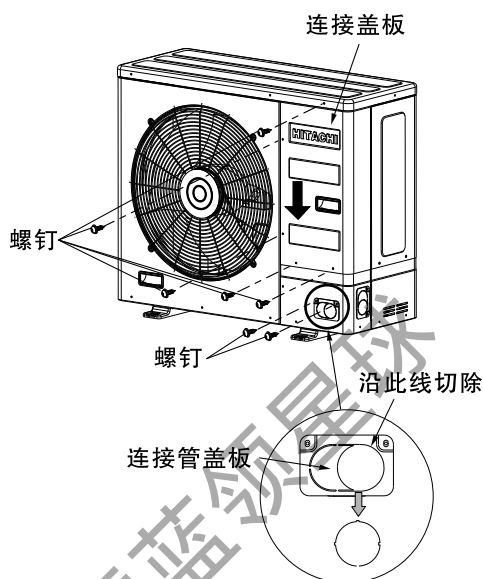
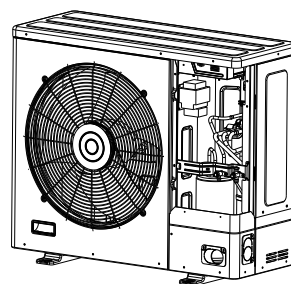

图5
图6
由于本室外机的截止阀在机器的内部, 所以安装室内外连接管时必须将连接盖板拆下。如图5, 拆下固定“连接盖板”的5处螺钉, 将“连接盖板”向下再向外拆除。
当固定“连接盖板”的5处螺钉拆下后, “连接盖板”易按图5箭头方向, 向下滑落。安装时请特别注意, 防止其从高空坠落, 造成人员伤亡。
(1) 本室外机正面、右面及后面共有3块连接管盖板。根据室内外连接管安装方向, 拆下相应的“连接管盖板”, 图5、图6为室内外连接管从前面安装的情况。
(2) 将固定连接管盖板的2处螺钉拆除, 再将连接管盖板的中间部分切除, 如图5。之后将连接盖板再安装到机器上。(如图6)